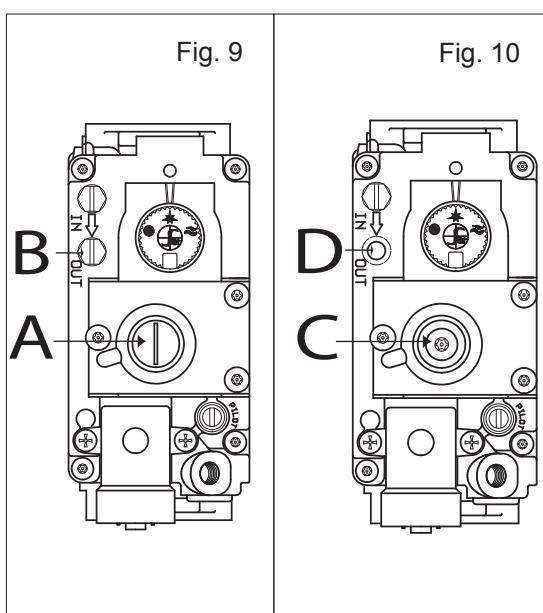

Fig. 10
- den Druckmesser am Druckanschluss anbringen "D" (Fig. 10);
- den Gasdruck mittels der "C" (Fig. 10) Schraube auf die in der Tabelle angegebenen Werte einstellen.Durch Drehen der Schraube im Uhrzeigersinn wird der Druck erhöht, durch Drehen der Schraube gegen den Uhrzeigersinn wird er verringert;
KALTES ÖL LINGIESSEN BIS AUF DEM ZEICHEN DES MINIMUMNIVEAU (abb. 9)	DER OLMISCHER BEI GEBRAUCH IM BECKEN LASSEN (abb. 10)